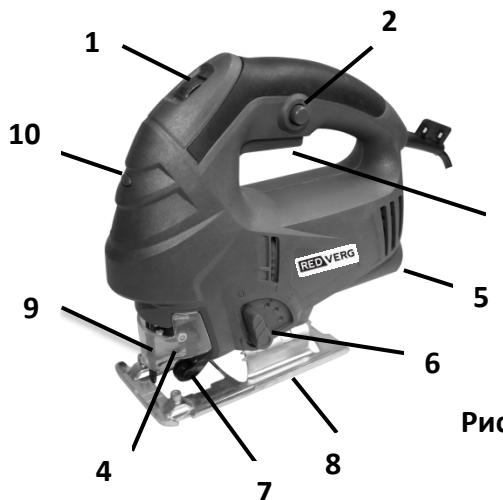

Рис.1
Выберите рабочее плотно (пилку), в зависимости от типа обрабатываемого материала, ослабьте два винта в пилодержателе 4 (рис.1) используя ключ- шестигранник. Вставьте
рабочее полотно в пилодержатель **4** (рис. 1), убедитесь, что зубья пилки направлены вперёд, а задняя часть пилки располагается в направляющем ролике **7** (рис.1), затяните винты с помощью ключа- шестигранника;
7.2. Кратковременное включение лобзика осуществляется нажатием на выключатель **3** (рис. 1).
Длительное включение лобзика осуществляется нажатием на выключатель **3** (рис.1) с последующим кратковременным нажатием на фиксатор выключателя **2** (рис.1), при этом выключатель должен зафиксироваться во включённом положении.
7.3. Регулятором числа оборотов **1**(рис.1)можно выбрать необходимое число ходов рабочего полотна (пилки).
Применять маятниковый ход рекомендуется только при прямых резах, благодаря применению маятникового хода, значительно увеличивается качество прямых линий реза. Величина амплитуды маятникового хода регулируется специальным переключателем **6** (рис.1) и выбирается в зависимости от типа обрабатываемого материала.
Данный лобзик оборудован лазерной линейкой, позволяющей производить прямолинейные пропилы быстро и точно. Для включения лазерной линейки необходимо нажать на кнопку (10)(Рис.1), для выключения лазерной линейки данную кнопку нажать повторно.
Для пиления под углом от 0° до 45° (вправо или влево) необходимо установить регулируемую подошву лобзика (8) (рис.1) под нужным углом.